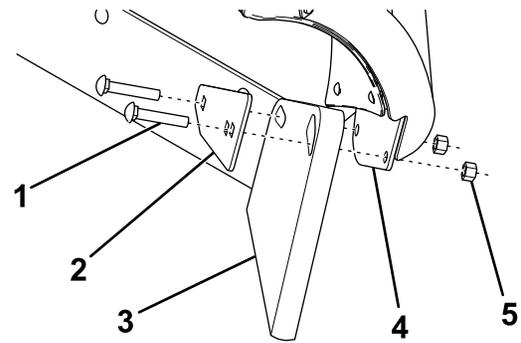

Bild 12
18. Befestigen Sie die Schürfleiste des Schneeschildes locker mit 2 Schlossschrauben ($\frac{5}{8}$ "), einer Befestigungsplatte und 2 Muttern (Bild 12).